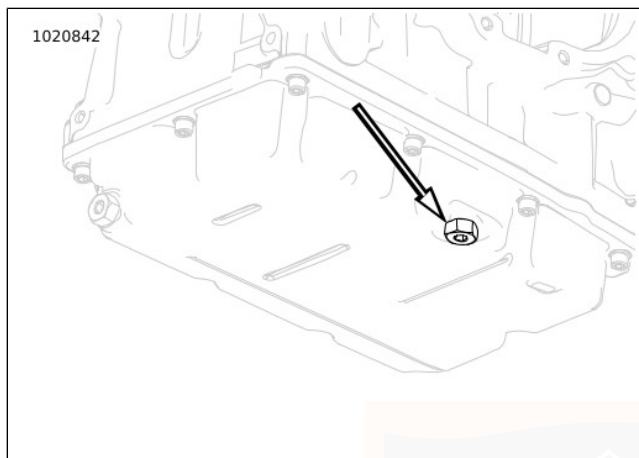

Figura 50. Tappo di scarico dell'olio del cambio
2. Vedere Figura 50. Rimuovere il tappo di scarico dell'olio del cambio. Vuotare il cambio.